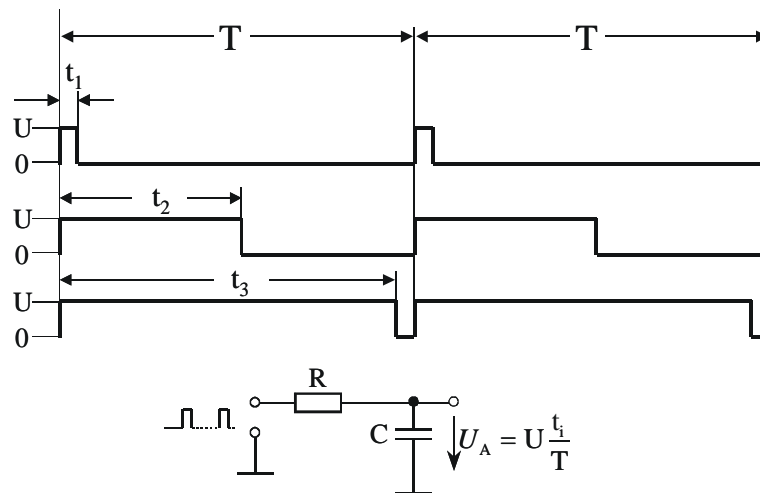

Bild 7.2: Pulsweitenmodulation der D/A-Wandlung
Im Weiteren wird die Pulsweitenmodulation (PWM) zur einfachen D/A-Wandlung betrachtet – siehe Bild 7.2. Bei der PWM wird ein Rechtecksignal der Höhe U mit konstanter Periode T und variablem Tastverhältnis t_i/T an einem Portpin eines Mikrorechners ausgegeben.
In Bild 7.2 ist ein solches Ausgangssignal für 3 verschiedene Tastverhältnisse t_i/T dargestellt. Das Rechtecksignal wird durch ein RC-Glied (Tiefpassfilter) so geglättet, dass schließlich eine Gleichspannung U_A als Ausgangsgröße zur Verfügung steht.
- d) Welche Aktionen müssen jeweils am Portpin bei einem Überlauf des Binärzählers bzw. bei einer Übereinstimmung von Zähler- und Vergleichsregisterinhalt stattfinden, um die Signalverläufe nach Bild 7.2 zu erhalten?